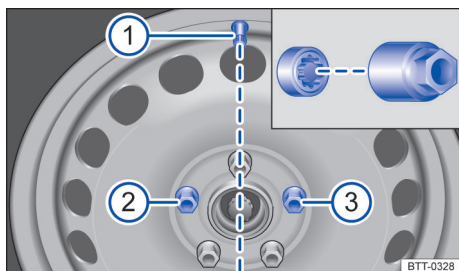

Fig. 178 Troca de roda: válvula do pneu ① e locais de instalação do parafuso de roda antifurto ② ou ③.
- A calota integral da roda deve ser pressionada sobre o aro, de modo que o recorte da válvula se posicione sobre a válvula do pneu → Fig. 178 ①. Atentar para que encaixe com segurança em toda a circunferência.
O parafuso de roda antifurto deve estar aparafusado numa roda com calota integral na posição → Fig. 178 ② ou ③ em relação à posição da válvula do pneu ①. Do contrário, a calota integral não pode ser montada.